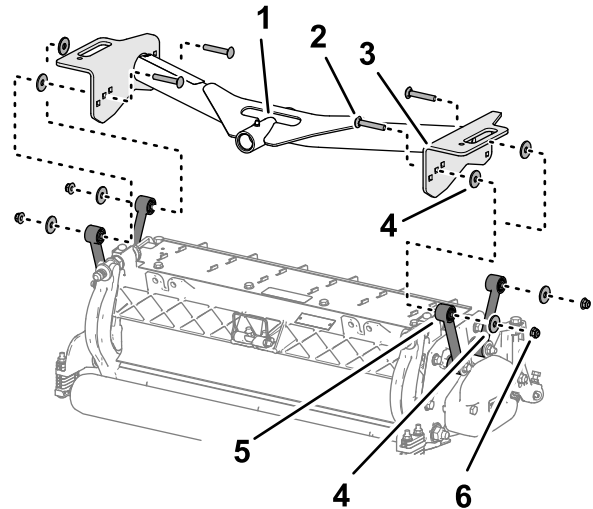

**Bild 16**
- Legen Sie ein Distanzstück zwischen der Trägerplatte und der Montageplatte ein (Bild 16) und befestigen Sie die Platten und das Distanzstück lose mit einer Schlossschraube ( $\frac{3}{8}$ " x  $1\frac{1}{4}$ " ) und einer Sicherungsbundmutter ( $\frac{3}{8}$ " ).